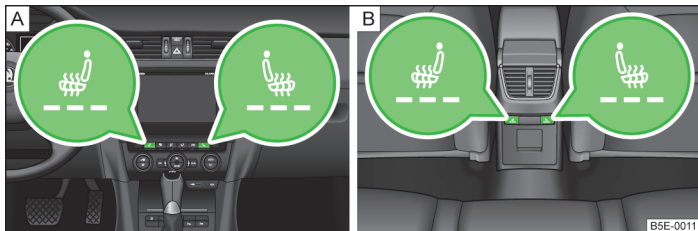

Fig. 51 Încălzirea: Scaunele din față / din spate
- Apăsați tasta simbol , respectiv » fig. 51.
Printr-o singură apăsare se pornește încălzirea la intensitate maximă - treapta 3, indicată în comutator prin aprinderea celor trei lămpi de control de sub tasta » fig. 51 - **[A]**, respectiv din tasta » fig. 51 - **[B]**.